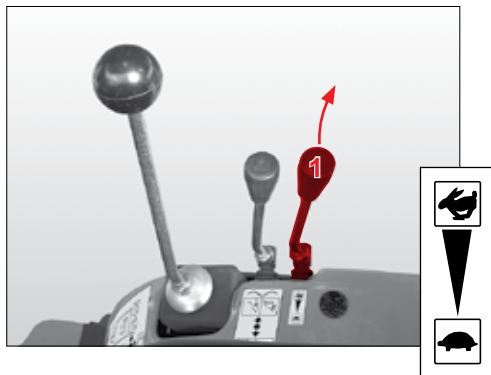

Fig. 30
Når det hydrauliske ilgang er koblet til, er aktiveringen af løftestellet ude af funktion. Når ilgangen er i brug, vises det ikke med kontrollamper, men kan kun ses på armens stilling pos. 1 (Fig. 30).
Læsser har hydraulisk ilgang, som kan kobles til. Med armen pos. 1 (Fig. 30) aktiveres læsserens tilkoblelige hydrauliske ilgang.